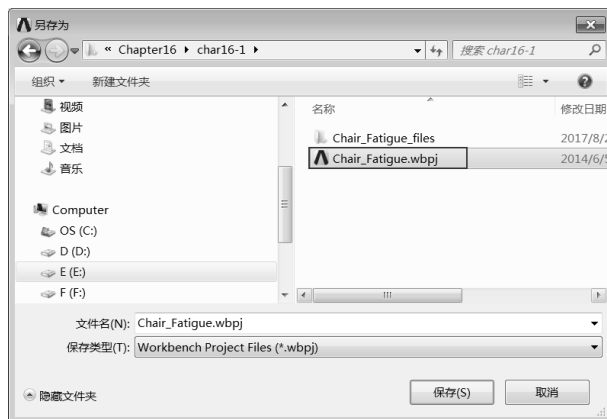

图 16-3 保存 Chair_Fatigue 文件
Step1：在 Workbench 主界面中单击常用工具栏中的 （另存为）按钮，如图 16-3 所示，保存文件名为 Chair_Fatigue。